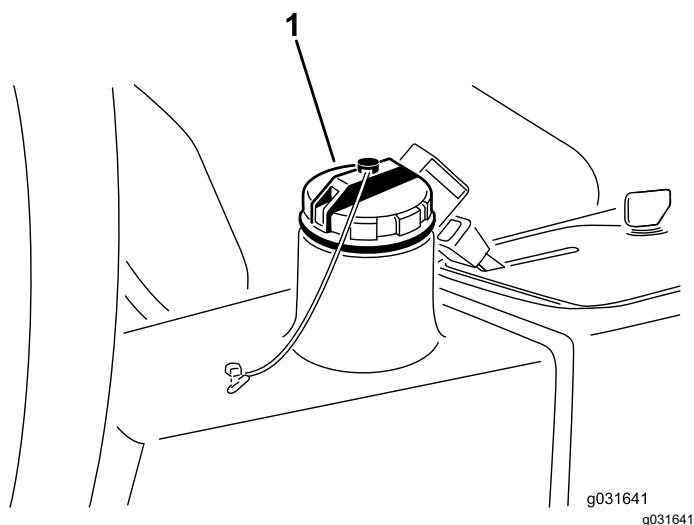

Figure 62
2. Nettoyez la surface autour du goulot de remplissage et du bouchon du réservoir hydraulique. (Figure 62)
3. Retirez le bouchon du réservoir hydraulique (Figure 62).